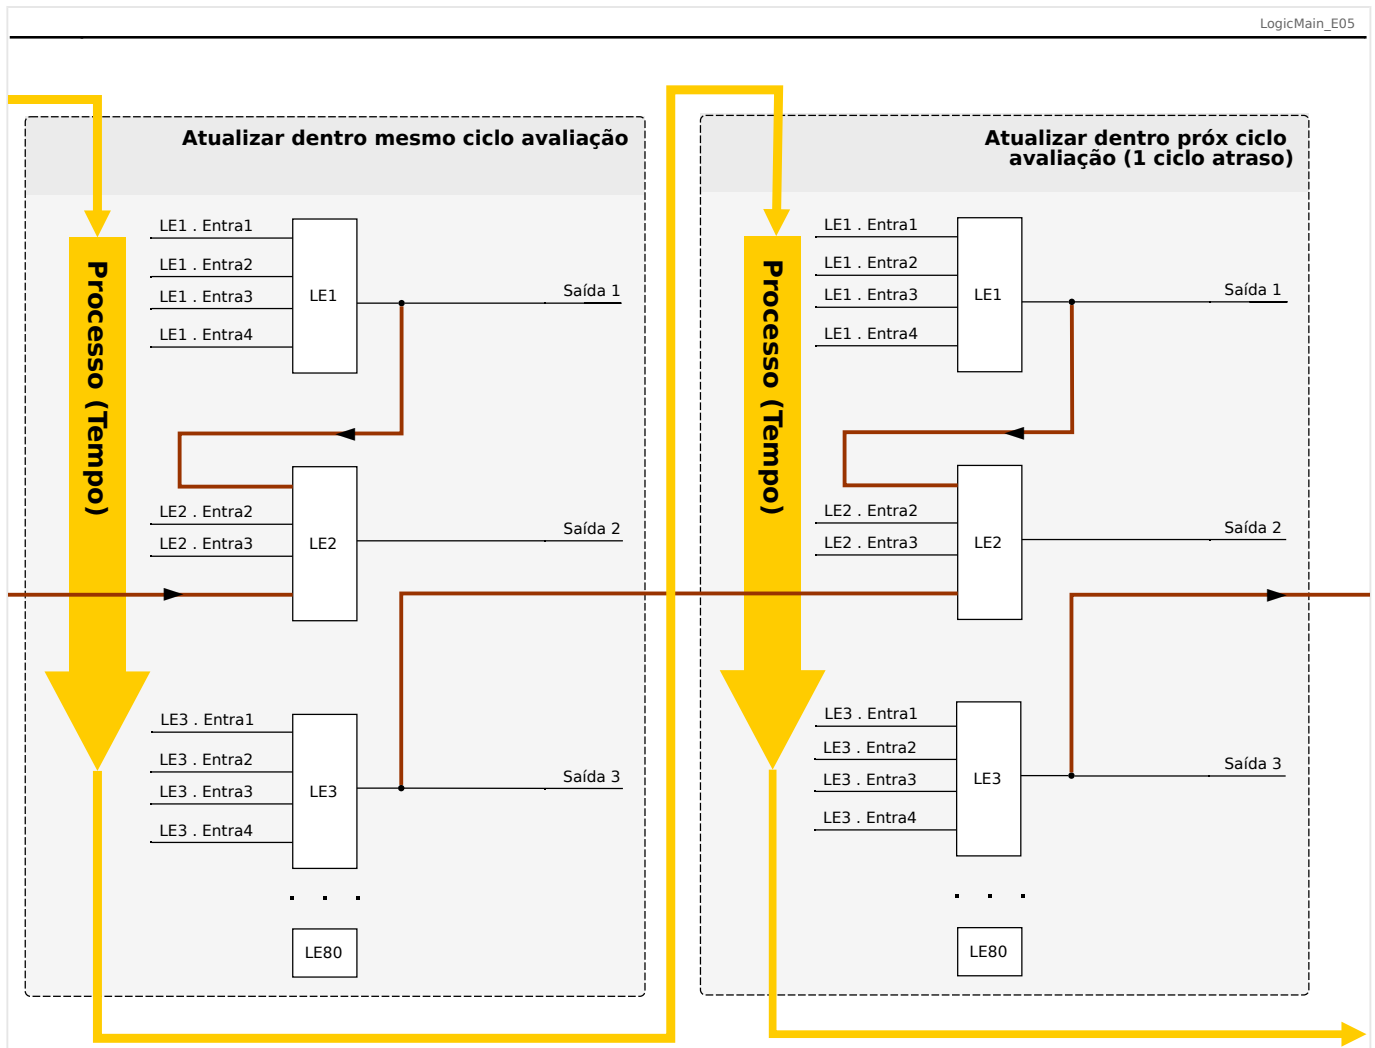

Fig. 179: Em cascata decrescente.
- Sequência **descendente** significa que alguma saída é alimentada na entrada de uma equação lógica como número **mais baixo**. Por exemplo, o diagrama  Fig. 179 mostra um exemplo em que o resultado da Equação Lógica LE3 é usado como uma entrada da Equação Lógica LE2.
Tanto a sequência ascendente como a descendente podem ser usadas e combinadas entre si, sem diferença imediata. Contudo, devido à avaliação de todas as equações em ordem ascendente, os valores de tempo de execução reais que são alimentados na entrada de uma equação terão uma “idade” diferente, como mostrado em  Fig. 178 e  Fig. 179 abaixo.
No exemplo mostrado em Fig. 179 acima, a “Equação Lógica 2” usa os estados de saída de duas outras equações, “Equação Lógica 1” e “Equação Lógica 3”. O resultado da “Equação Lógica 1” é usado em ordem ascendente e, portanto, foi avaliado dentro do mesmo ciclo do processo. O resultado da “Equação Lógica 3” é usado em ordem descendente e, portanto, foi avaliado dentro do ciclo de processo anterior.